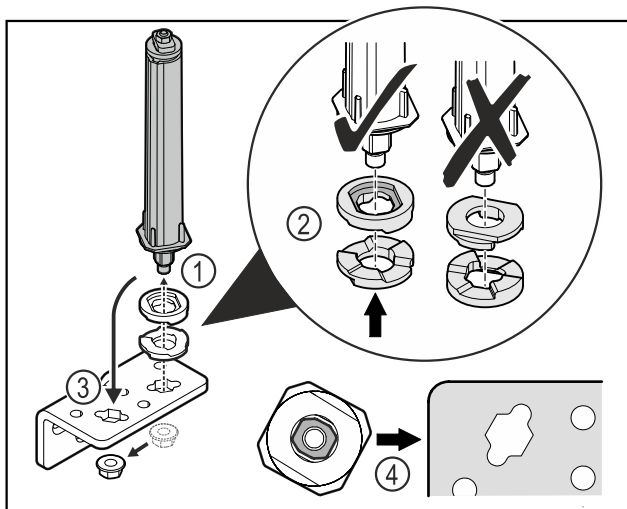

Fig. 47
- ▶ Отпустите гайку и демонтируйте систему закрытия двери Fig. 47 (1).
- ▶ Учитывайте правильность выравнивания шайб для регулировки высоты Fig. 47 (2).
- ▶ Переставьте систему закрытия двери в шарнирном уголке и зафиксируйте гайкой Fig. 47 (3).
- ▶ При установке учитывайте правильность выравнивания системы закрытия двери Fig. 47 (4).